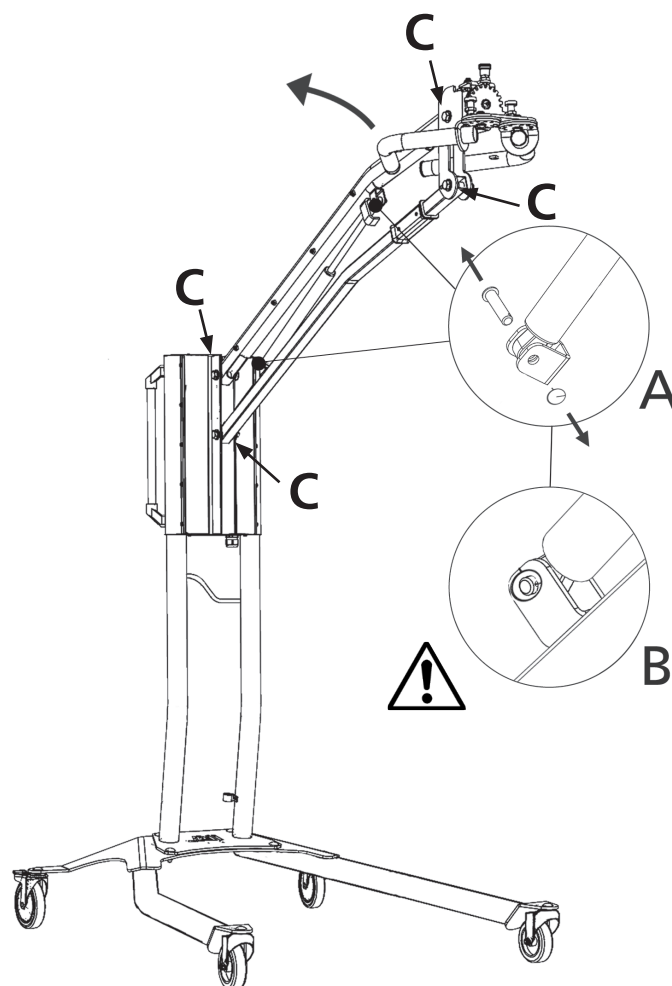

Figure 2
Si le sècheur mobile ne s'immobilise pas dans sa position la plus haute ou la plus basse, mais qu'il tombe ou se relève de lui-même, resserrez les 4 boulons indiqués par la lettre « C » sur la figure 2. Si le bras ne s'arrête pas encore ou si le bras devient lourd à régler, le ressort à pression de gaz doit être remplacé.
2. Placez le bras parallèle en position relevée maximale (fig 2)
4. Déposez les anneaux de blocage et les deux goupilles de blocage. Déplacez légèrement le ressort à gaz vers le haut/avant, puis démontez-le. (fig 2)